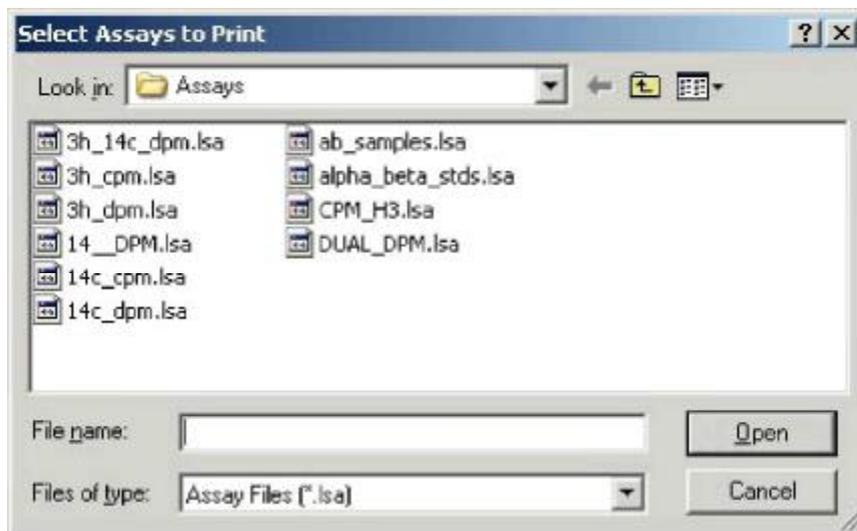

Рисунок 2-15. Окно *Select Assays to Print* (Выбрать анализы для печати).
2. Когда появляется окно *Select Assays to Print* (Выбрать анализы для печати) (Рисунок 2-15) выберите анализ, который необходимо распечатать и щелкните по кнопке **Open** (Открыть).